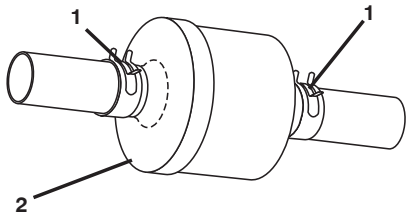

Figure 24
1. Quand le moteur est froid, enlevez le filtre et bouches les tronçons de conduite d'essence (Figure 24).